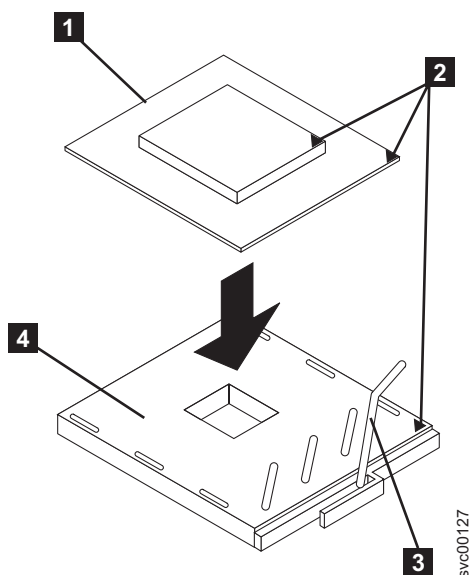

図 261. 開放位置にあるマイクロプロセッサ・ロック・レバー
3. ロック・レバー **3** を回して閉位置から開位置にします (図 261 を参照)。